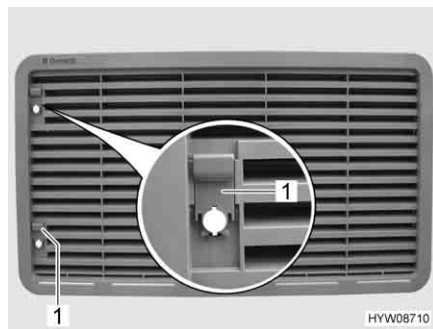

Fig. 127 Griglia di aerazione del frigorifero
- Spingere il cursore (Fig. 127,1) verso l'alto.